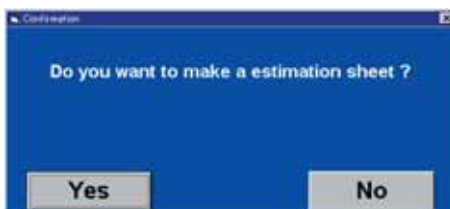

Рис. 7.1.6
6 При нажатии кнопки "Отчет" (Estimation) (6) откроется окно подтверждения (рис. 7.1.6). После подтверждения запустится программа Excel и откроется лист с отчетом.